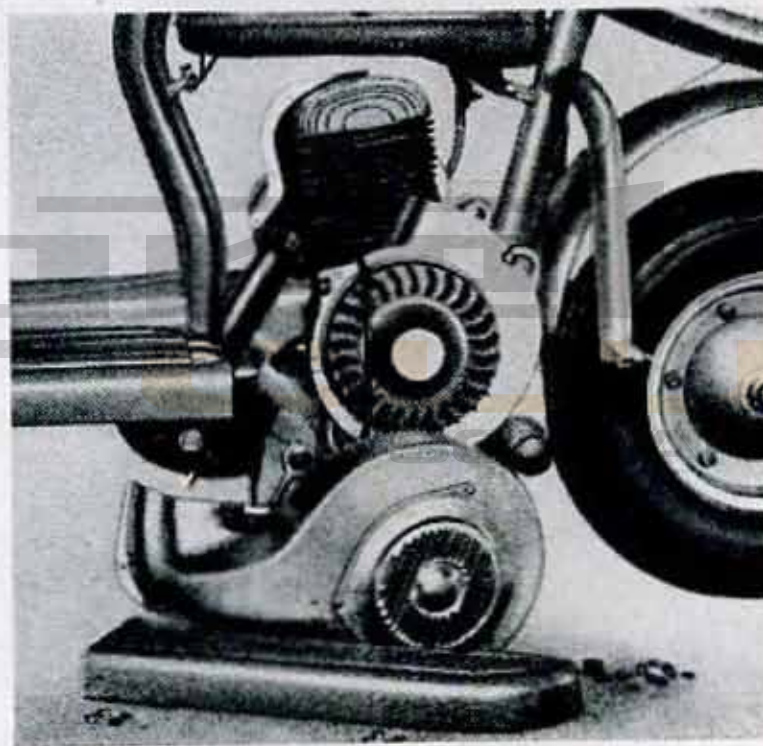

Fig. 20. — Démontage des repose-pieds et du capot de ventilateur, côté avant.
- démonter les repose-pieds (fig. 20).
- démonter la bougie (fig. 20 et 21).